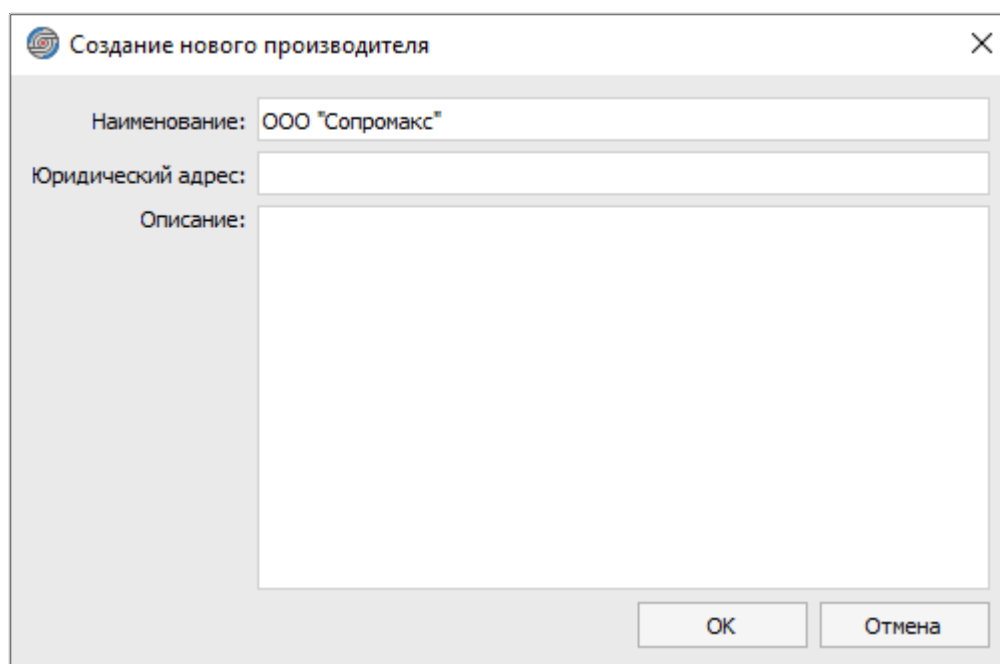

Рисунок 42. Окно «Создание нового производителя»
- «Производитель» — открывает окно для добавления нового производителя (см. рисунок 42);